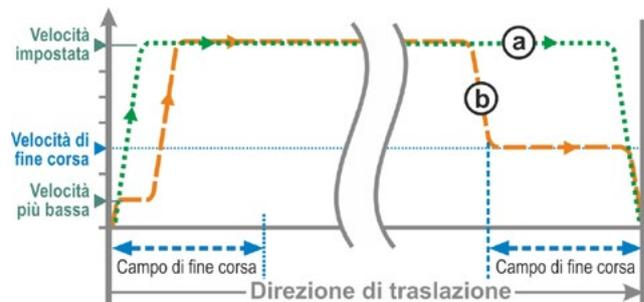

Fig. 3: Velocità di fine corsa "Avvio/arresto rapido"
- In caso di spegnimento **in funzione della corsa**, la velocità viene ridotta poco prima della posizione di fine corsa affinché l'attuatore si arresti senza superare la posizione di fine corsa, si veda fig. 3, curva a.